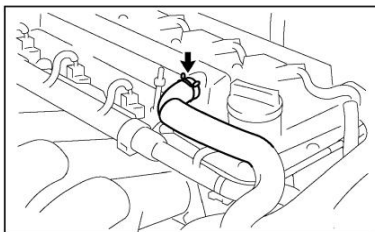

Рисунок II-63
7. Подсоединить шланг вентиляции картера к крышке (см. Рисунок II-63).